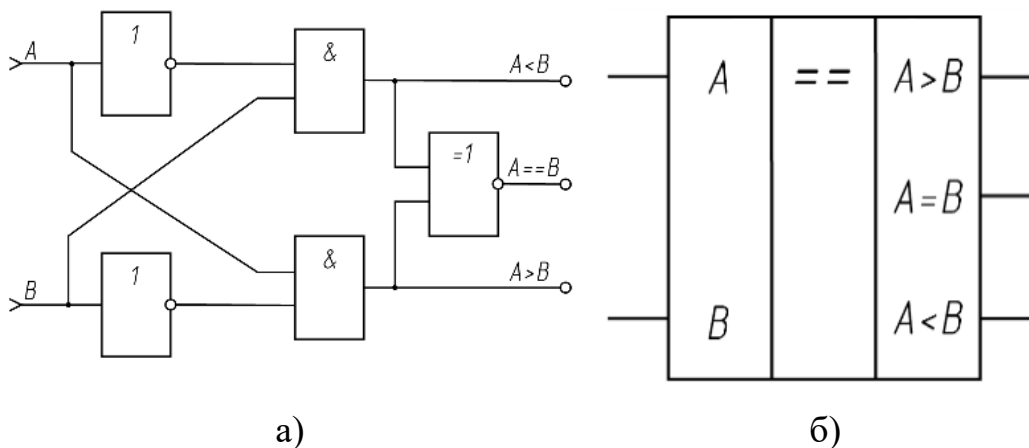

Рис. 8.1 – Схема (а) и УГО (б) одноразрядного компаратора
- 1) В программе SimulIDE собрать схему компаратора (рисунок 8.1) с помощью логических элементов: Исключающего ИЛИ, И, ИЛИ. Сравнить полученные значения с таблицей 8.1.